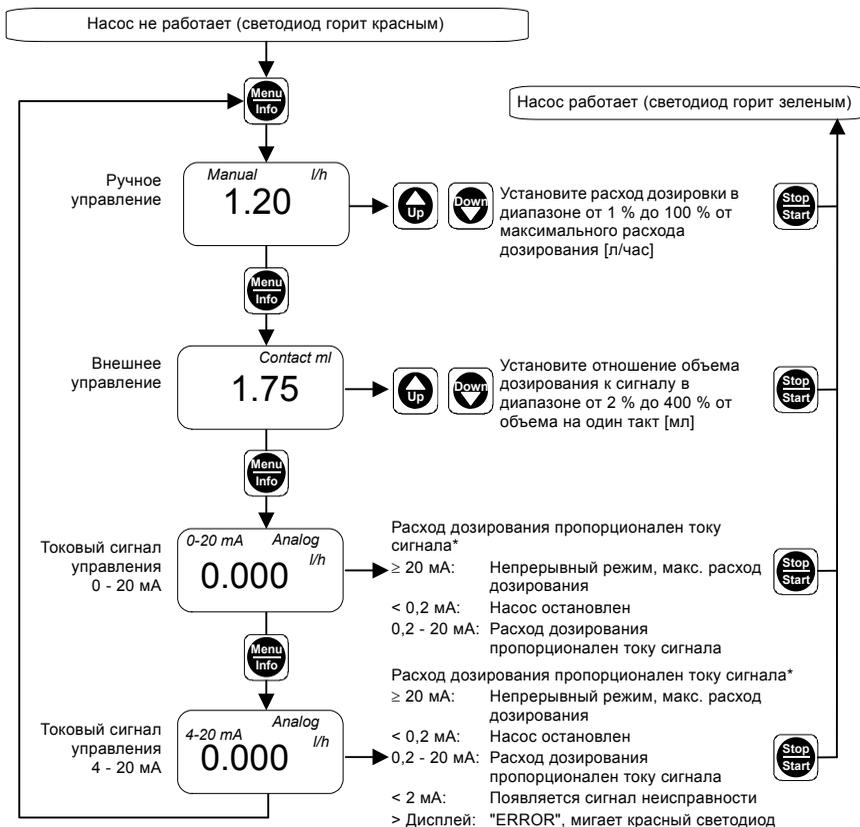

Рис. 38 Первый функциональный уровень
3. Кнопки Up и Down используются для изменения настроек в соответствующем меню, как показано на рис. 38.